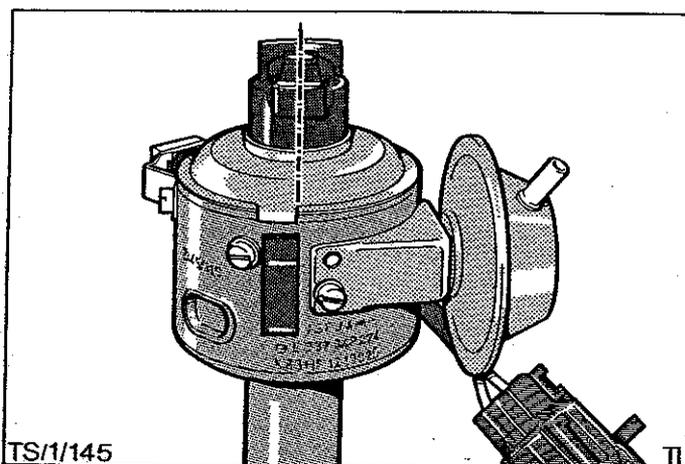

Abb.77 Bosch-Verteiler - OHC-Motor
6. Befestigungsschraube, Abb.77 lösen. Bei V6-Motoren ist es notwendig das Spezialwerkzeug 21-092 A zu verwenden. Verteiler herausnehmen.
Verteiler so drehen, daß der Läufer auf der Markierung steht, die am nächsten an der Unterdruckdose liegt, Abb.77.